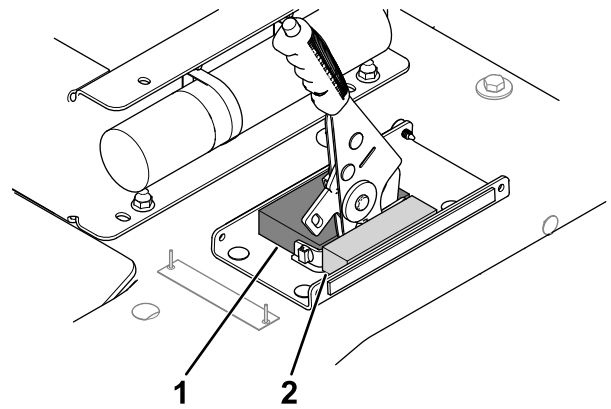

Figura 14
4. Retire la película protectora e instale los bloques del freno (Figura 14).